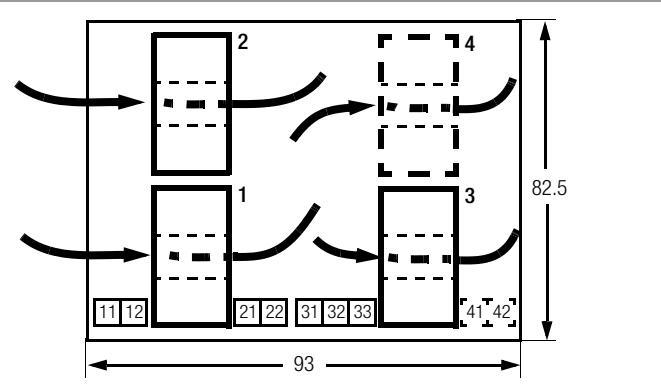

Figure 1 Dimensional drawing and location of the connectors
- ▷ Ziehen Sie die Zuleitungen zu den Verbrauchern durch die Stromwandler 1 bis 4, Bild 1. Durchmesser $\leq 8,8$ mm.